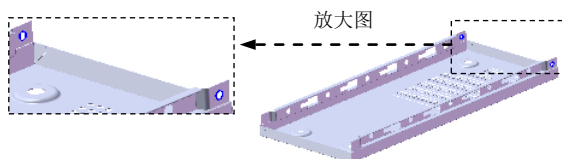

图 17.9.80 创建孔 2
Step37. 创建图 17.9.80 所示的零件特征——孔 2。